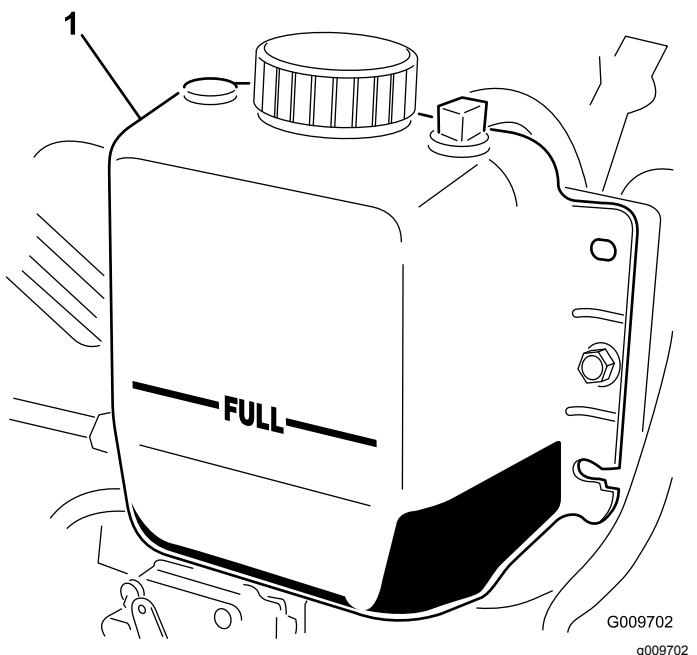

図 74
2. ラジエター内部の液量を点検する。ラジエターは補給口の首の部分まで、補助タンクはFULLマークまであれば適正です図 74。